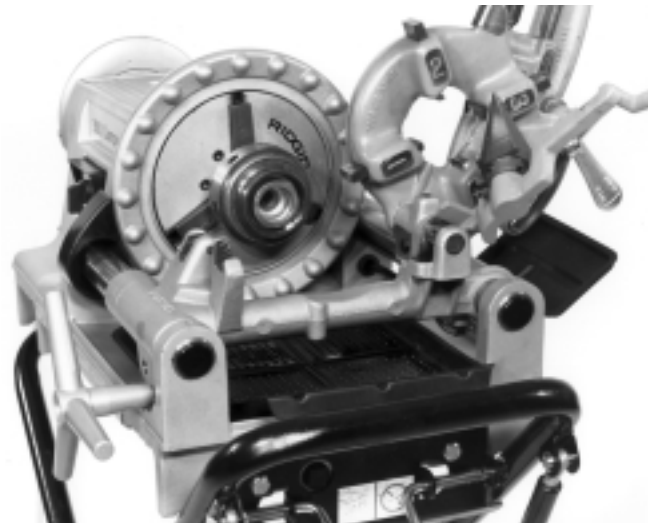

Figure 15 – Installez le mandrin à raccords dans le moteur d'entraînement
2. Positionnez le mandrin à raccords dans les mâchoires du mandrin de la machine à fileter (Figure 15). Serrez le mandrin à coups répétés du volant.